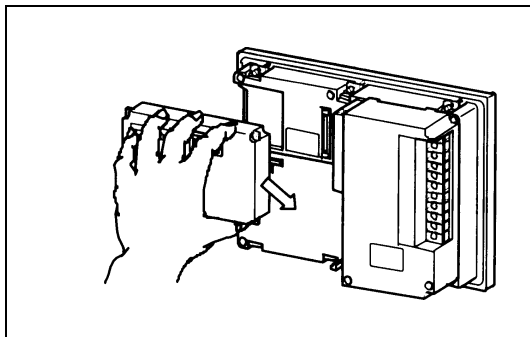

Abb. 5-5: Einbau des Kommunikationsmoduls
- ① Schalten Sie die Spannungsversorgung des Bediengeräts und der SPS-CPU aus.
- ② Setzen Sie das Kommunikationsmodul wie in Abb. 5-5 gezeigt auf die Rückseite des GOT auf, und drehen Sie die Verschraubung fest an.